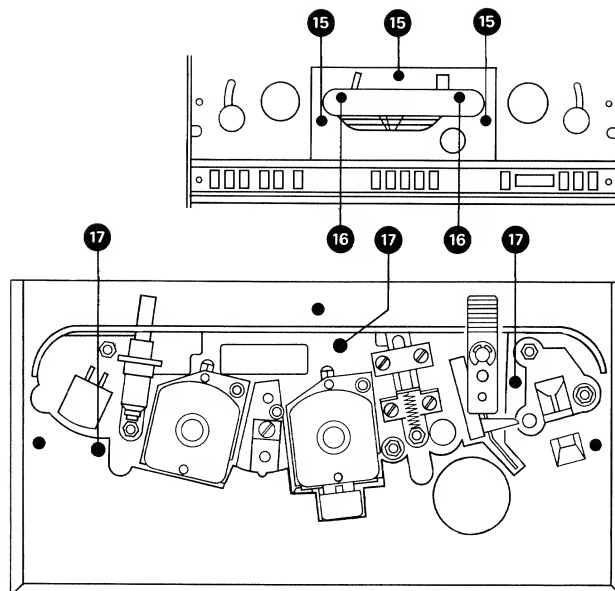

Fig. 2.5.-1
- 4 Steckverbindungen (12) und 4 AMP-Stecker (13) ausziehen.
- 2 Schrauben (14) lösen.
- 3 Schrauben (15) (Fig. 2.5.-1) lösen.
- Kopfabdeckung abschrauben, 2 Schrauben (16) lösen.
- Kopfträgerabdeckung ausbauen. 3 Schrauben (17) lösen, Umlenkbolzen von Unterseite lösen, Scherenhebel ausbauen durch Lösen des Seegerringes.
- Pull out 4 connectors (12) and 4 AMP plugs (13).
- Remove 2 screws (14).
- Remove 3 screws (15) (fig. 2.5.-1).
- Remove head cover, unscrew 2 screws (16).
- Remove tape head assembly cover. Unscrew 3 screws (17). Remove tape guide pin and cutter lever.